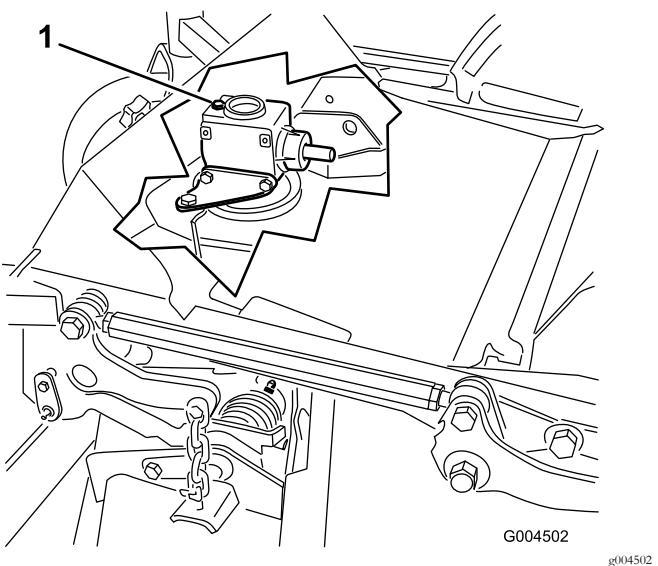

Figura 34
6. Togliete il tappo di riempimento/asta di livello da sopra gli ingranaggi e verificate che il lubrificante si trovi tra i segni riportati sull'asta (Figura 34).
- Togliete l'asta di livello/tappo di riempimento da sopra gli ingranaggi (Figura 34).